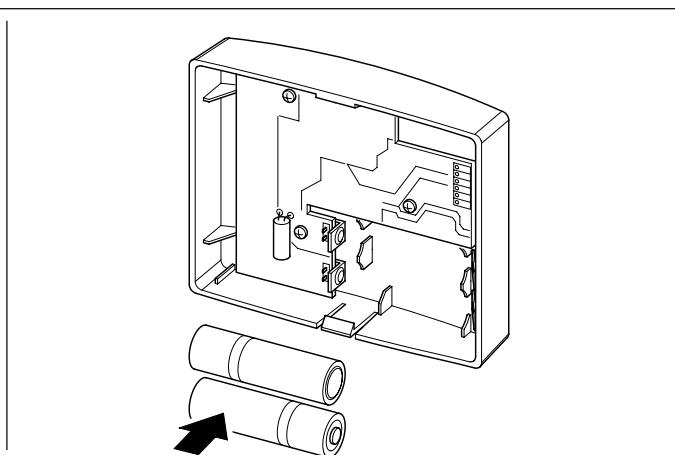

Fig. 12
4) Inserire le 2 batterie tipo AA da 1.5V (fornite in dotazione) (Fig. 12).
4) Insert the 2 AA 1.5V batteries (supplied) (Fig. 12).